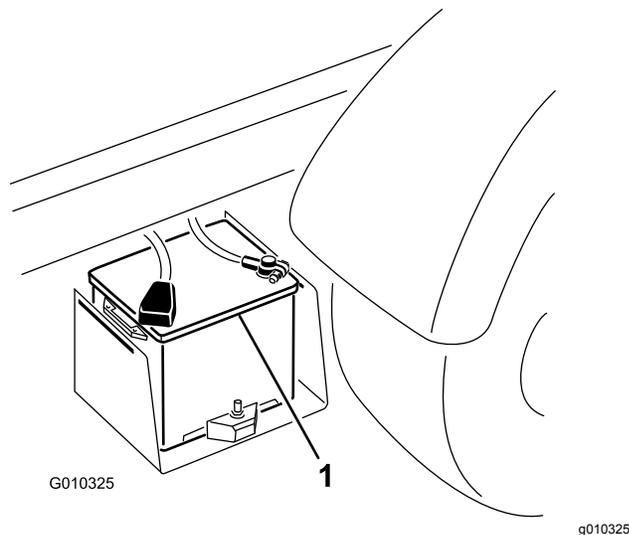

図 51
2. 2 台のバッテリーのプラス 端子同士をブースタケーブルでつなぐ 図 51。